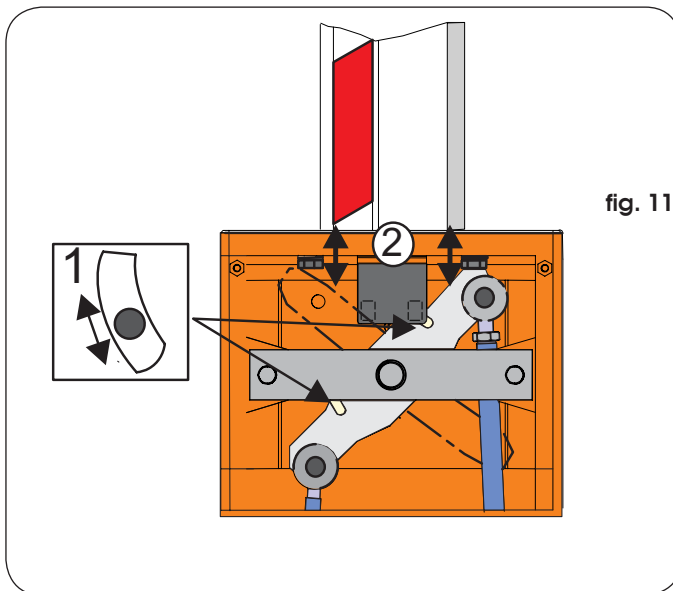

fig. 11
Regule la posición de la barra en las posiciones de cierre y apertura máxima por medio de los bloqueos mecánicos de final de carrera, tal y como se indica en la fig. 11 ref. 1.
Se puede modificar el punto en el que el automatismo empieza a realizar el movimiento de deceleración, para ello desplace el cilindro magnético que se halla en el alojamiento situado en los dos brazos del balancín, en el grupo de movimiento (fig. 11 ref. 2).